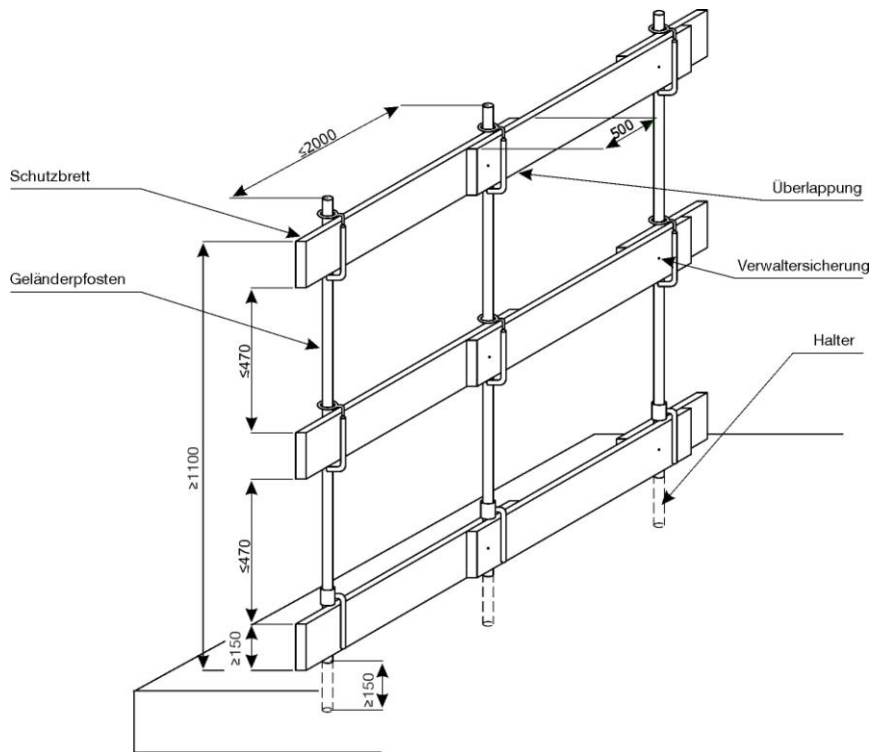

Abb. 43 Montage des Geländerpfostens und der Schutzbretter
2.2 Montage des Geländerpfostens (Abb. 43)